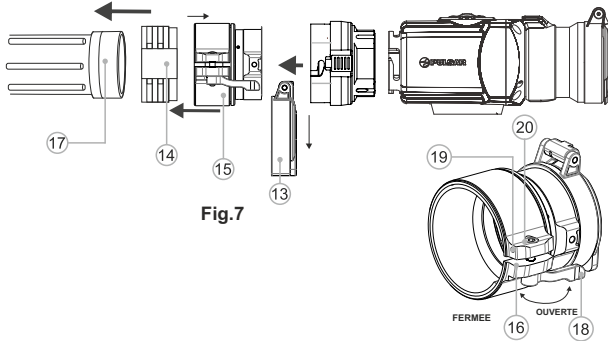

Fig.7
- Installez fermement l'adaptateur avec l'insert sur la lentille de l'objectif (18) d'un appareil de jour (fig.7).
- Enclenchez le levier (19) de la position **OUVERTE** d'origine à la position **FERMEE** (Fig. 7).